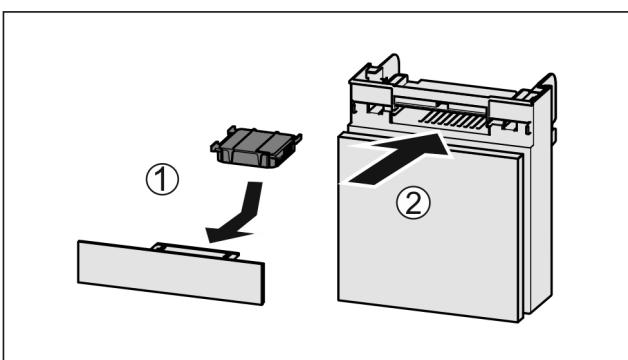

Fig. 136
- Aktivkohlefilter nach Abbildung einsetzen Fig. 136 (1).
► Fach einschieben Fig. 136 (2).